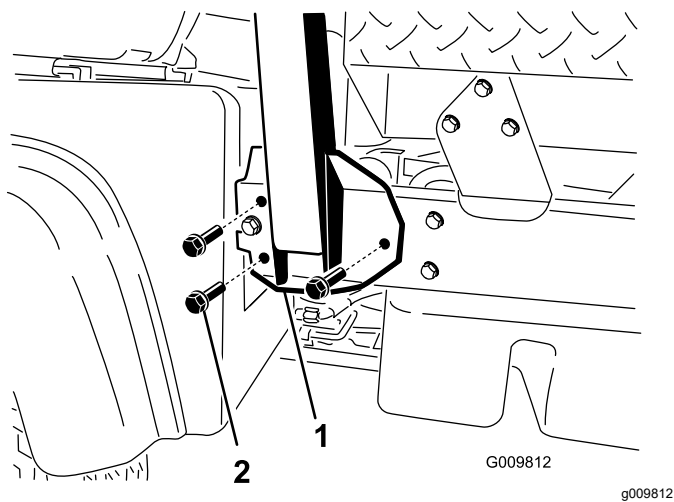

図 4
2. ROPS の両サイドを車両フレーム側面の取付け穴に揃える 図 4。
3. ROPS 固定ブラケットを車体フレームに固定するフランジヘッドボルト ½ x 1¼" 3本を使用する。 図 4